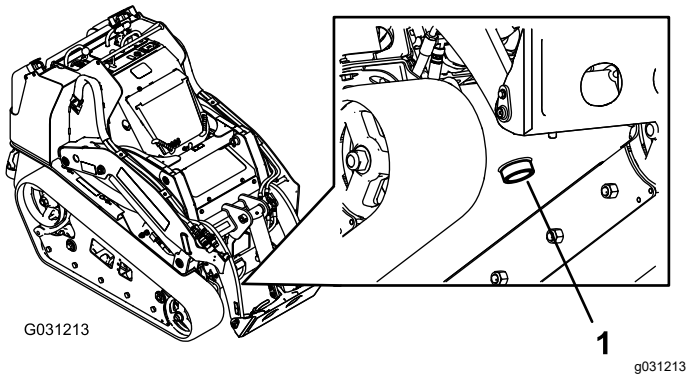

Bild 74
7. Stellen Sie eine große Auffangwanne (Fassungsvermögen von 57 l) unter die Ablassschraube vorne an der Maschine (Bild 74).
8. Entfernen Sie die Ablassschraube und lassen das Öl in die Auffangwanne abfließen (Bild 74).